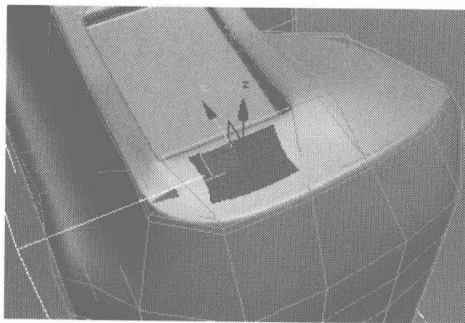
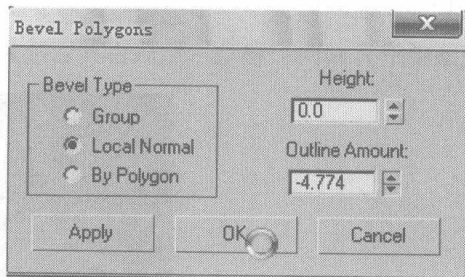

图 6.98
图 6.99
- 05** 制作液晶屏灯光按钮。切换为面编辑，选择如图 6.98 所示的面，在 Edit Polygons 卷展栏中单击 **Bevel** 右侧的小按钮，在弹出的对话框中设置倒角参数，如图 6.99 所示。